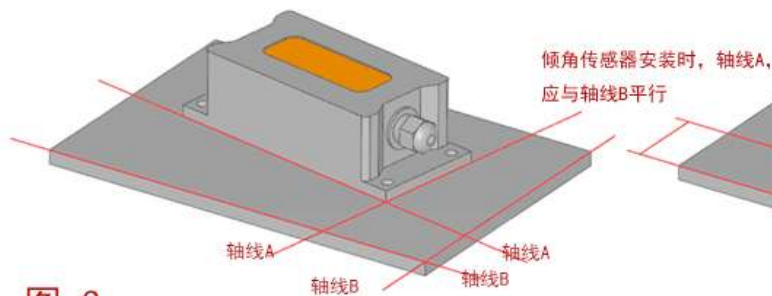

图 3
- 2) 传感器轴线与被测量轴线必须平行，两轴线尽可能不要产生夹角。见图 3、4